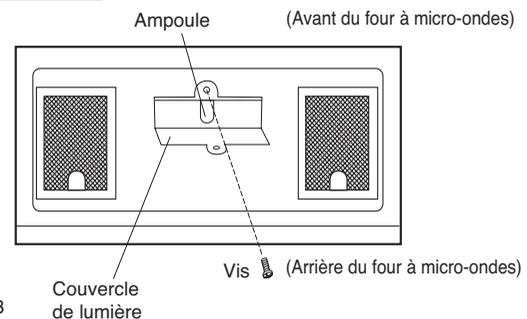

Figure 3
2. Pour retirer le couvercle de l'ampoule, enlever la vis qui le maintient en place. (Voir Figure 3.)